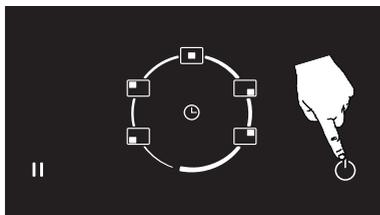

Figure 9
1. Une zone de cuisson sélectionnée peut être désactivée en appuyant sur la touche marche/arrêt (). (Voir Fig. 9)